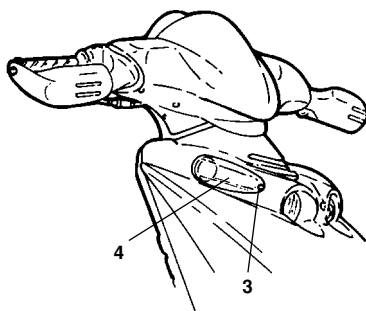

Fig. 49
- Procedere nello stesso modo, appena descritto, ma prima svitare la vite (3 - Fig. 49) e rimuovere il coperchietto trasparente (4 - Fig. 49).
- Proceed as explained above, but first remove the screw (3 - Fig. 49) and the transparent screen (4 - Fig. 49).